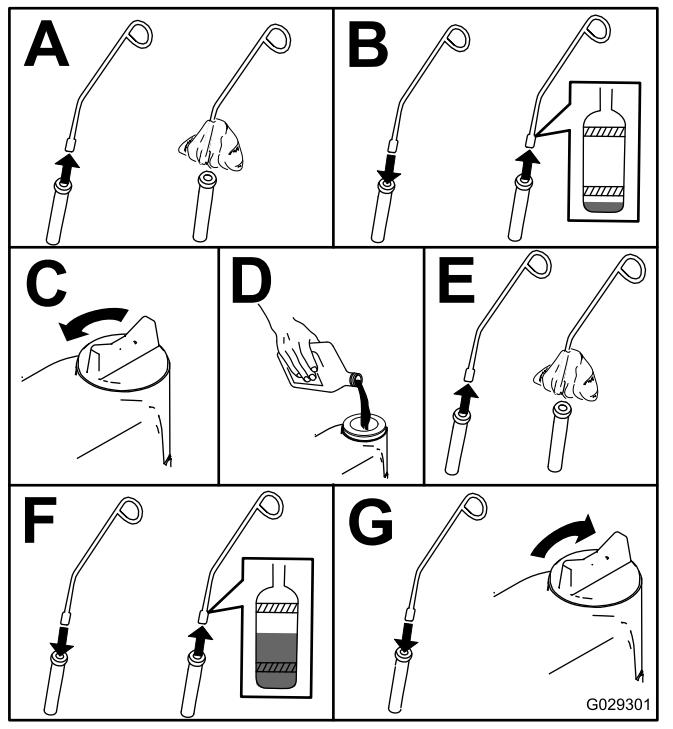

Figura 41
4. Compruebe el nivel de aceite del motor, según se muestra en **Figura 41**.